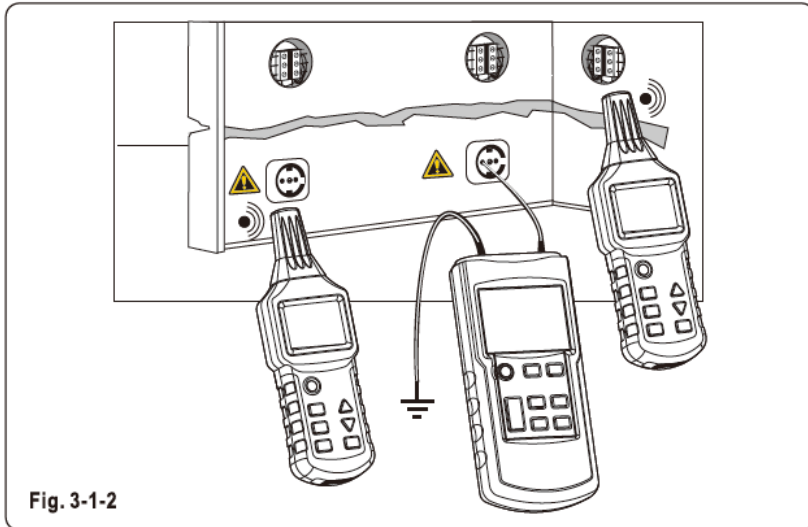

Fig. 3-1-2
- > Sluit de zender aan op de fase draad en de aardingsdraad volgens Fig. 3-1-2.